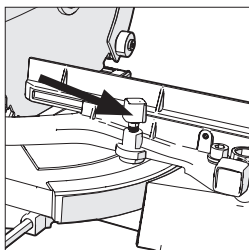

Fig. 20
- Desaperte o parafuso de fixação da esquadria (**Fig. 20**) para a esquerda.